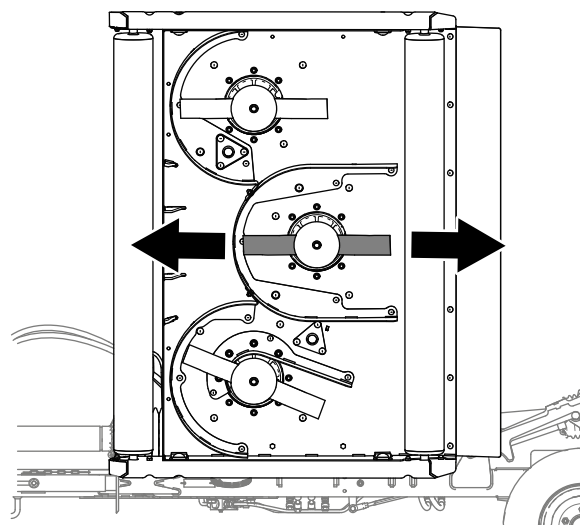

Figure 78
- Pour chaque tablier de coupe dont vous réglez l'inclinaison, placez la lame centrale comme montré à la Figure 78.